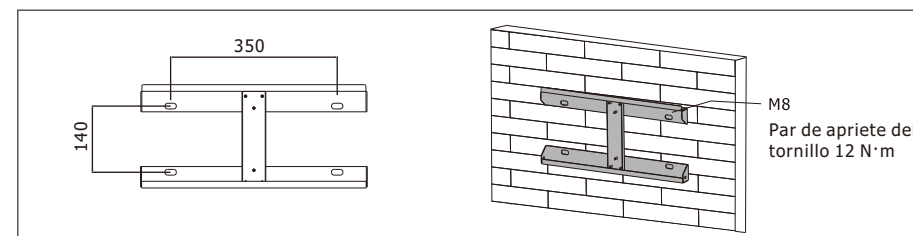

Figura 3.4-1 Instalación de la placa colgante del inversor
**Paso 1.** Utilice el soporte de montaje como plantilla para perforar 4 agujeros en las posiciones correctas (10 mm de diámetro y 80 mm de profundidad). Utilice tornillos de expansión M8 en la caja de accesorios y fije el soporte de montaje a la pared con un taladro de 12 mm. La instalación del soporte del inversor se muestra en la Figura 3.4-1.